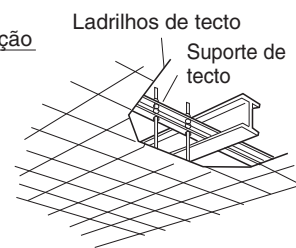

Fig. 3-9
- Utilize os suportes de tecto existentes ou construa um suporte adequado como mostrado no diagrama. (Fig. 3-9)